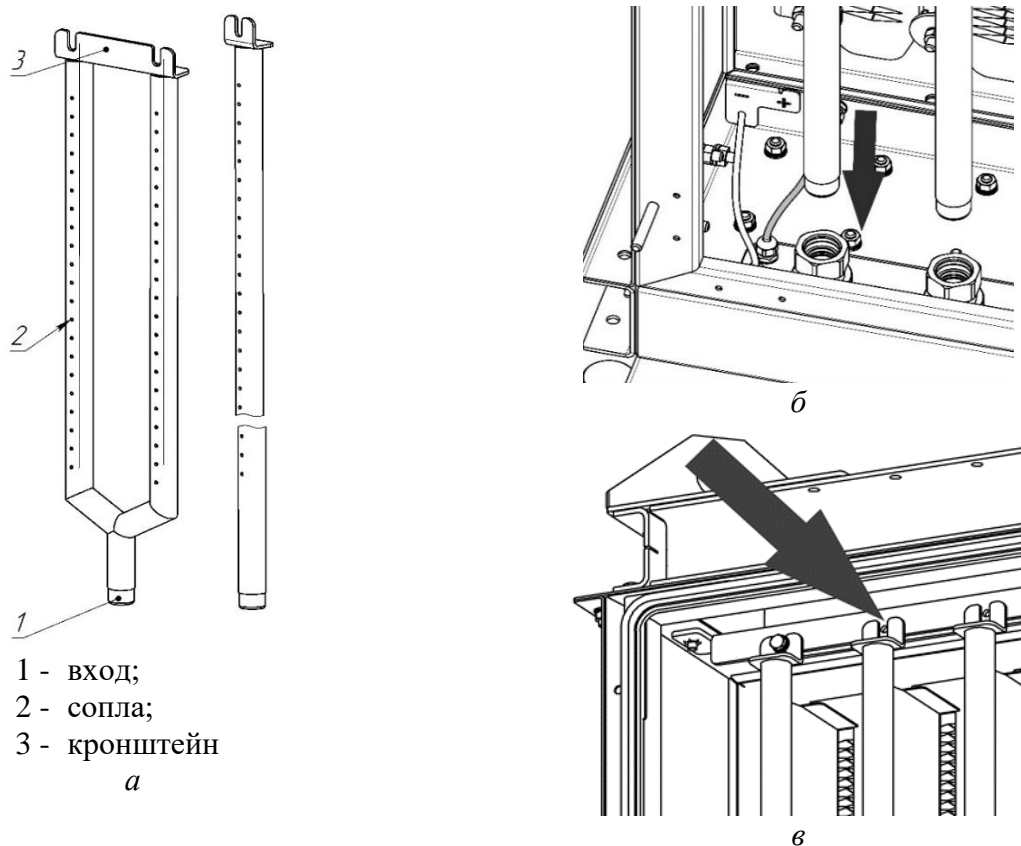

Рисунок 14
5.3.11 Общий вид продувочных трубок изображён на рисунке 14а. Завести продувочные трубки внутрь камеры очищенного газа. Установить трубки входом в соединительные гайки (рисунок 14б).
Внимание! Сопла трубок должны быть направлены во внутреннюю полость картриджей! (рисунок 14в).
5.3.12 В верху камеры закрепить кронштейны трубок болтами М10, шайбами 10 и шайбами пружинными 10 (рисунок 14в). Закрыть двери фильтровального модуля.